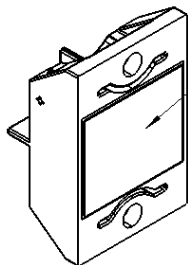

Figura 6.4: Aplicação da pasta térmica no módulo de diodo
- Aplicar a pasta térmica sobre o dissipador do novo módulo,  $40\mu\text{m} \pm 25\%$  (Figura 6.4).